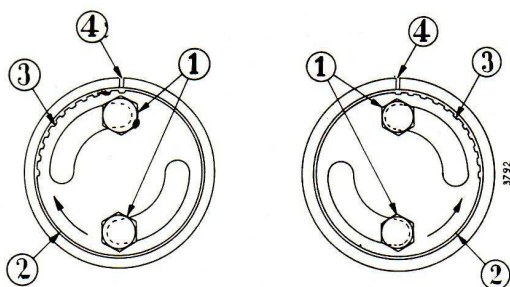

Fig. 67. - Carter de transmission
Dévissez les vis ou écrous (1) fig. 67, fixant les flasques de réglage (2) des pivots d'excentriques de chaque côté du carter de transmission.